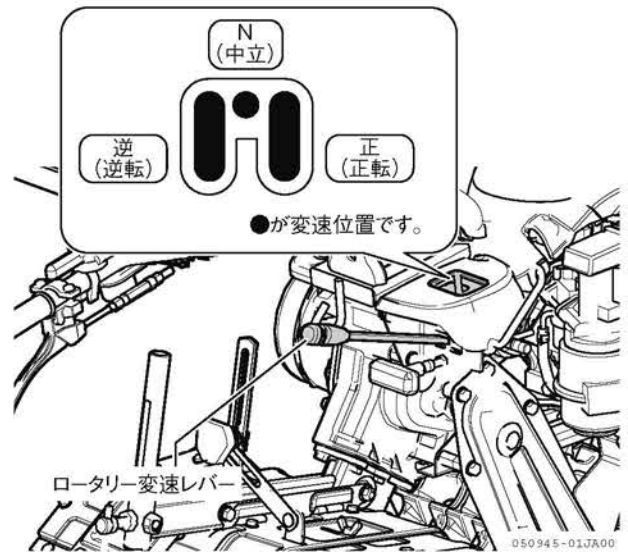

図 2-36 ロータリー変速レバー
2. ロータリー作業をするときは、ロータリー変速レバーを希望の位置に入れます。(図 2-36)